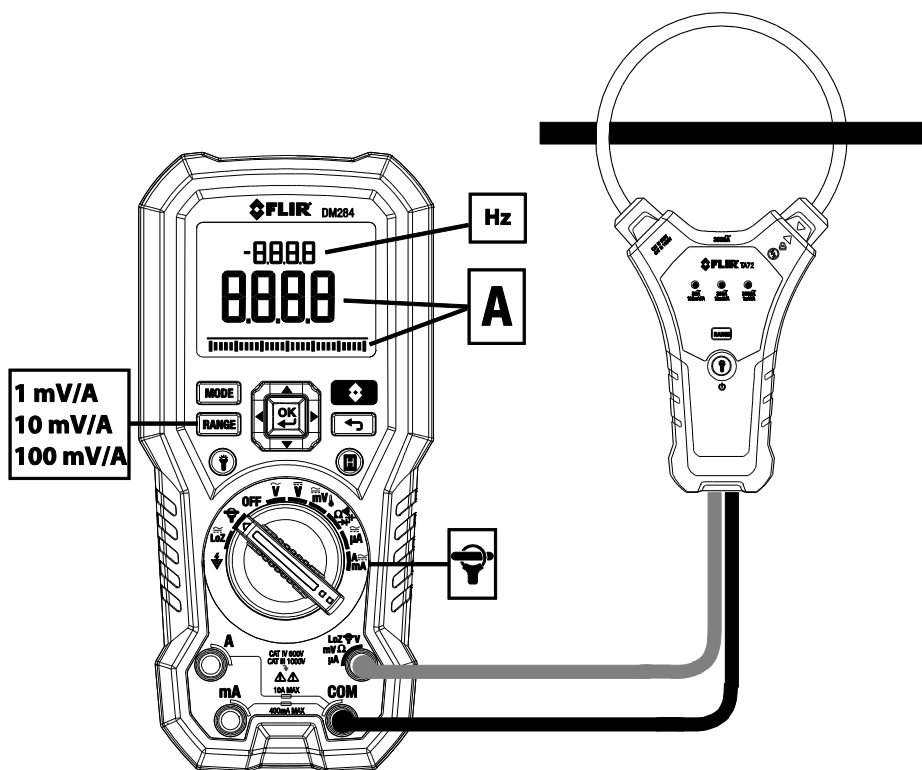

Fig. 7-12 FLEX Klem Toepassing
2. Sluit een klemadapter aan zoals getoond in **Fig. 7-12**.